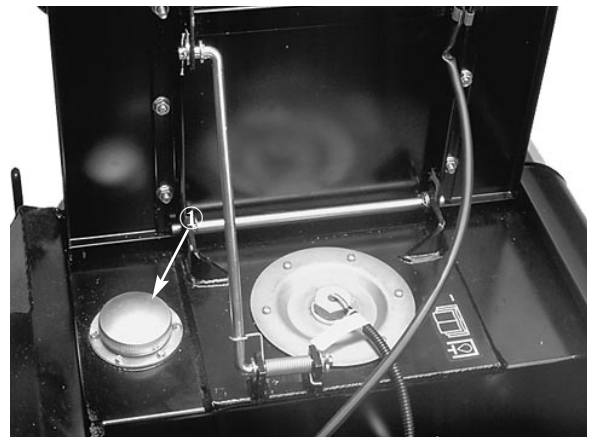

Fig. 17
2. Løft setet og støtt det i oppreist stilling med setets støttestang (fig. 17).
3. Løft og ta av frontpanelet (fig. 17).